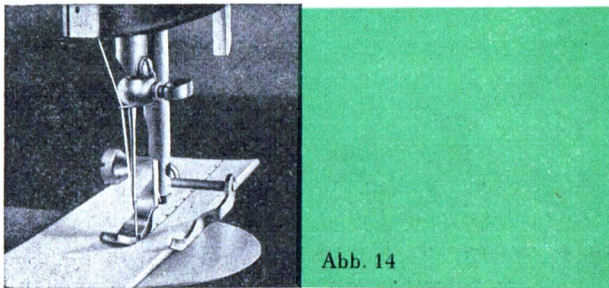

Abb. 14
1. Absteppen von Kanten Abb. 14